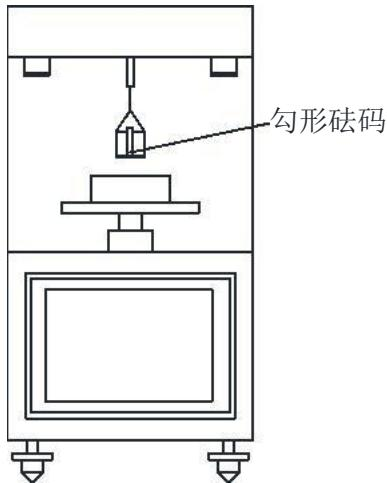

图4
1.2点击“清零”按钮，按照图 4，将配套的 1.0g勾形砝码挂到铂环上。砝码重量应显示 $1.000\text{g}\pm 0.010\text{g}$ ，如果砝码重量不对，请按“砝码标定”按钮进行重新标定。